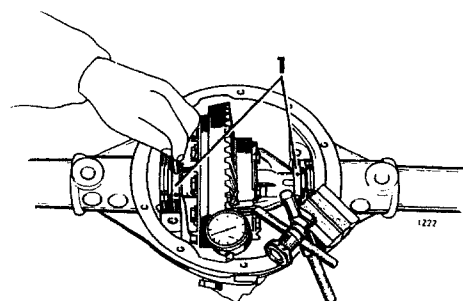
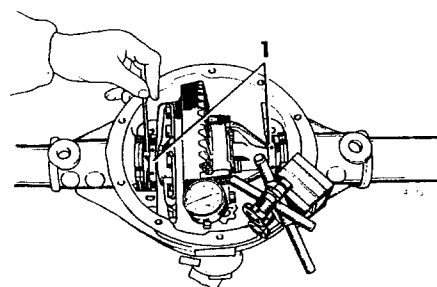

Fig 11-30. Justering av kuggflankspel
Fig 11-31. Låsning av inställningsring
3. Placera en indikatklocka enligt fig 11-30. Mätspetsen skall vara i linje med och parallell med rörelseriktningen på kronhjulets kuggar. Justera kuggflankspelet till 0,13-0,23 mm genom att skruva ihop den ena och ut den andra inställningsringen, se fig 11-30. Det mest gynnsamma kuggflankspelet finns instämplat på kronhjulets perferi, vanligen 0,009" (0,18 mm). Justeringen utförs på den hälfförsedda delen så att låsskruven hela tiden är uppåt. Då rätt kuggflankspel erhållits skall ringarna låsas, se fig 11-31. Allt axialspelet skall vara bortjusterat. Lyft upp differentialen.